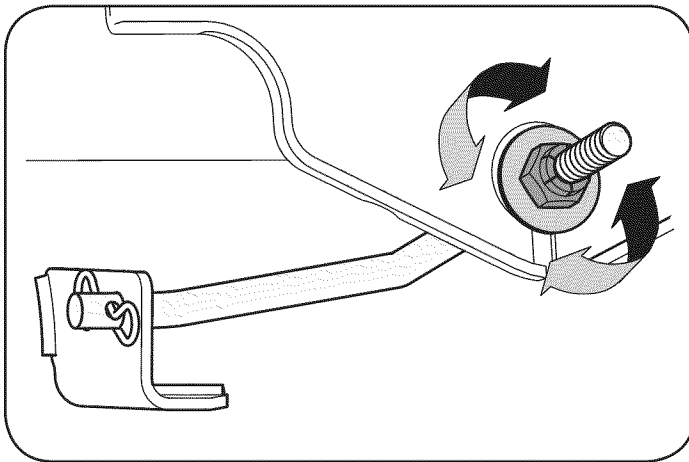

Figura 13
3. Busque la tuerca y la tuerca de bloqueo en la parte frontal del soporte del estabilizador. Véase la Figura 13 Después de aflojar la tuerca de bloqueo: